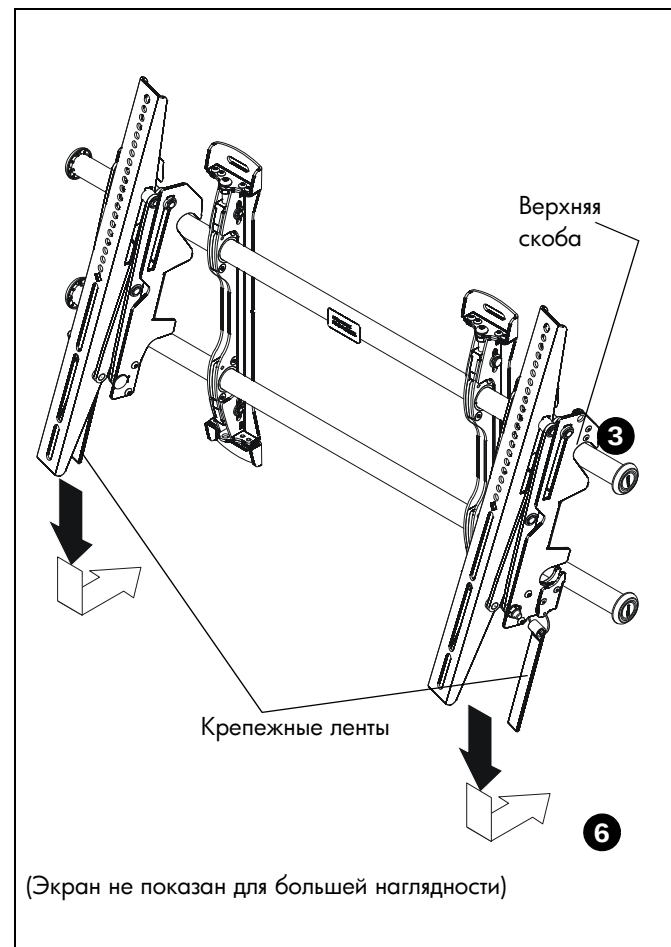

рис. 12
6. Потяните крепежные ленты вниз и заверните их к стене – таким образом вы прикрепите соединительные кронштейны к нижней рейке и зафиксируете нижний край экрана в системе крепления. (См. рис. 12)
3. Повесьте верхние скобы (U и V) соединительных кронштейнов на верхнюю рейку системы крепления (R). (См. рис. 12)